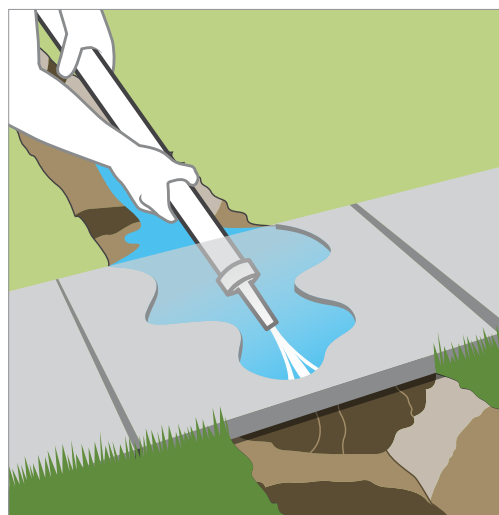

Figure 3
5. Poser la canalisation sous un dallage ou une allée : Méthode du tuyau à jet - À l'aide d'un adaptateur fileté, raccordez une extrémité de la canalisation au tuyau d'arrosage et fixez une petite lance d'arrosage à jet à l'autre extrémité. Ouvrez l'eau puis actionnez le jet sous le béton. *Voir Figure 3.*